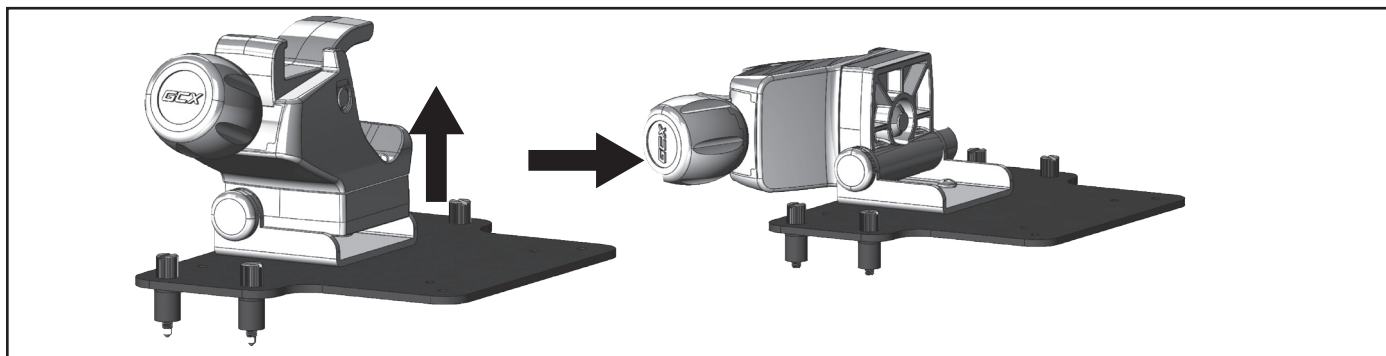

Figura 17. Mecanismo giratorio abierto
2. Abra el mecanismo giratorio de la abrazadera para soporte para suero 90° como se muestra en la Figura 17.